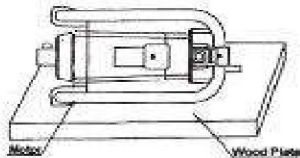

fig.5
9. Le moteur doit être suspendu sur un échafaudage ou posé à plat ou sur une surface dure pendant le fonctionnement. Ne le laissez jamais sur du béton qui n'a pas encore été mis en service. Une plaque de bois de plus de 30 cm x 30 cm peut être non consolidée - béton pour les besoins de le chantier. Ensuite, le moteur est placé sur la plaque de bois et fixé pour éviter que le moteur ne se coince dans le béton non consolidé. (comme sur la figure 5)